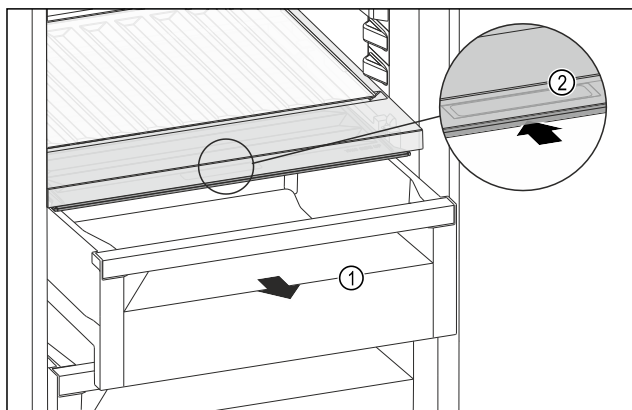

Fig. 241
- Izvucite ladicu Fig. 241 (1).
- Primite ručku Fig. 241 (2) na poklopcu pretinca i istodobno povucite poklopac pretinca prema natrag.